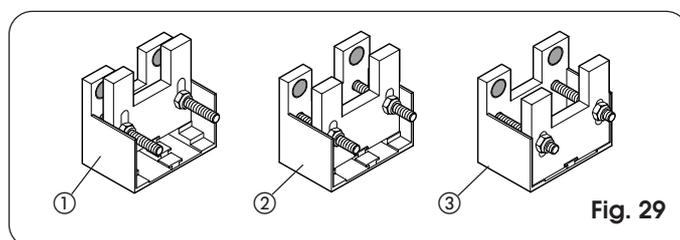

Fig. 29
- 1) Cremallera galvanizada 30x6 módulo 4 (Fig. 29 - Ref. ①)
- 2) Cremallera galvanizada 30x12 módulo 4 (Fig. 29 - Ref. ②)
- 3) Cremallera de nylon reforzado 30x20 módulo 4 (Fig. 29 - Ref. ③)